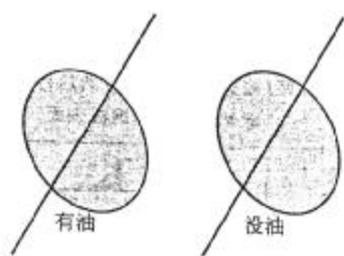

图1 粉笔测试油脂
(4)使用粉笔划过表面也可以简便地测试油脂的存在(见图1)。